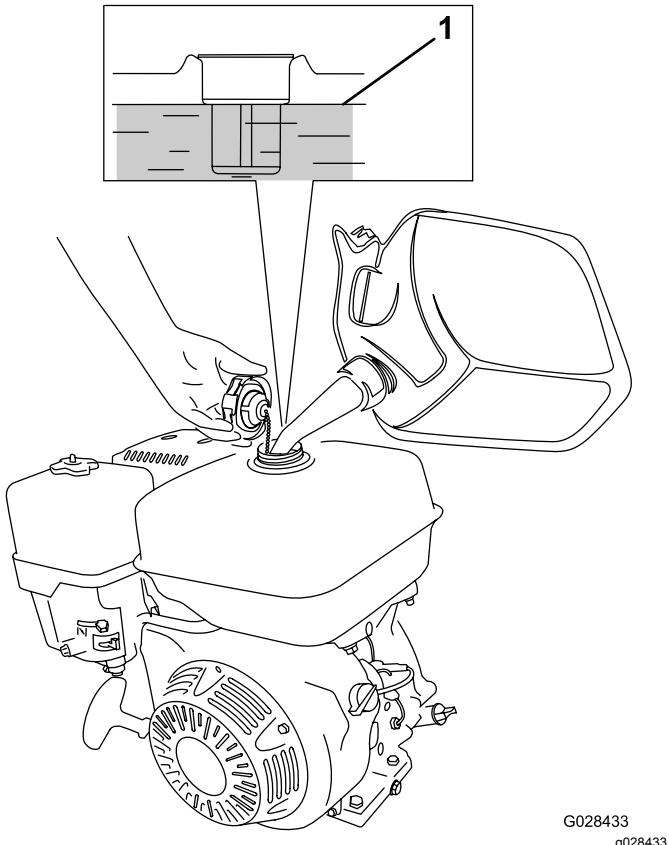

Figura 22
1. Pulite intorno al tappo del serbatoio carburante e togliete il tappo dal serbatoio (Figura 22). Quando si utilizza benzina senza piombo (minimo 87 ottani), riempite il serbatoio del carburante a circa 25 mm dal bordo del serbatoio per consentire l'espansione del carburante.